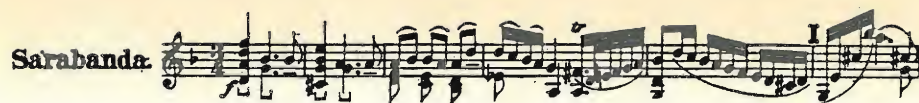

figura 6a
- C5** Componenti per il filtro del « phase locked loop ». Si consiglia la rete circuitale di figura 6a, mentre il circuito di figura 6b va usato in caso sia necessario ridurre il numero dei componenti.